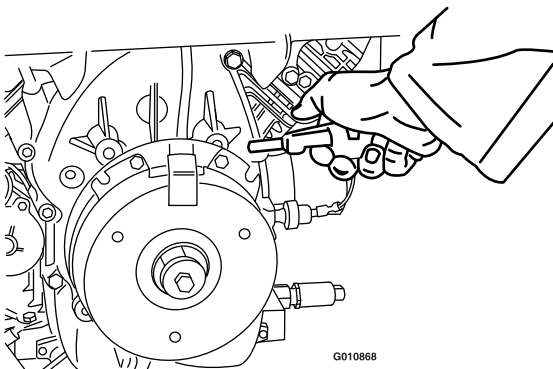

Figura 71
2. Utilizar un compresor de aire, elimine cualquier residuo de debajo del polo de freno y de alrededor de los espaciadores del freno (Figura 71).